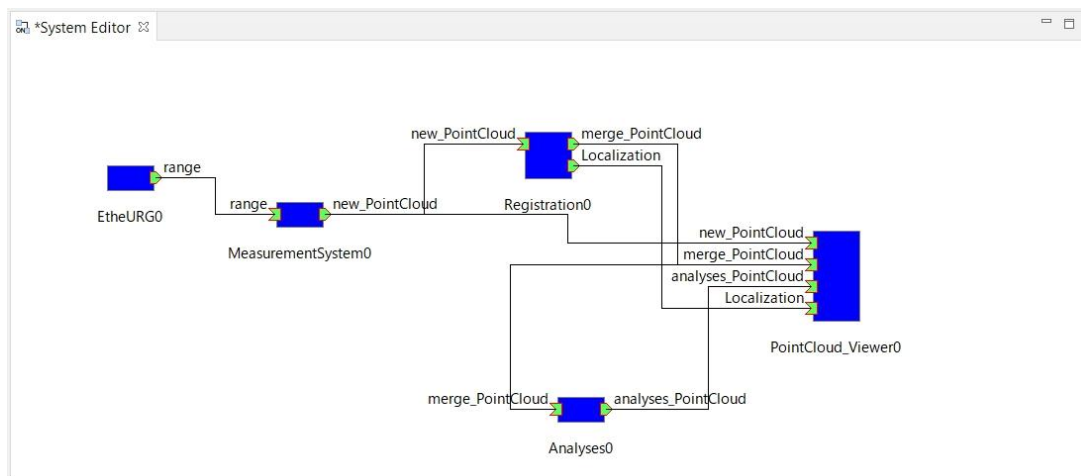

図 36 各ポートを実際に接続した状態
- ⑭ 図 36 および表 19 をもとに、各ポートをドラッグ & ドロップで繋ぎ、表示されたウィンドウの[OK]をクリックする。